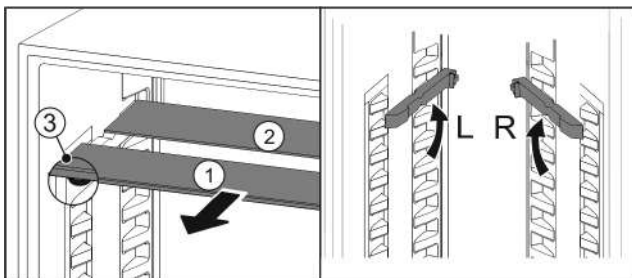

Fig. 18
- ▶ Посуньте Fig. 18 (1) скляну панель вперед.
- ▷ Скляна панель Fig. 18 (1) з декоративною планкою лежить спереду.
- ▷ Стопори Fig. 18 (3) показують вниз.